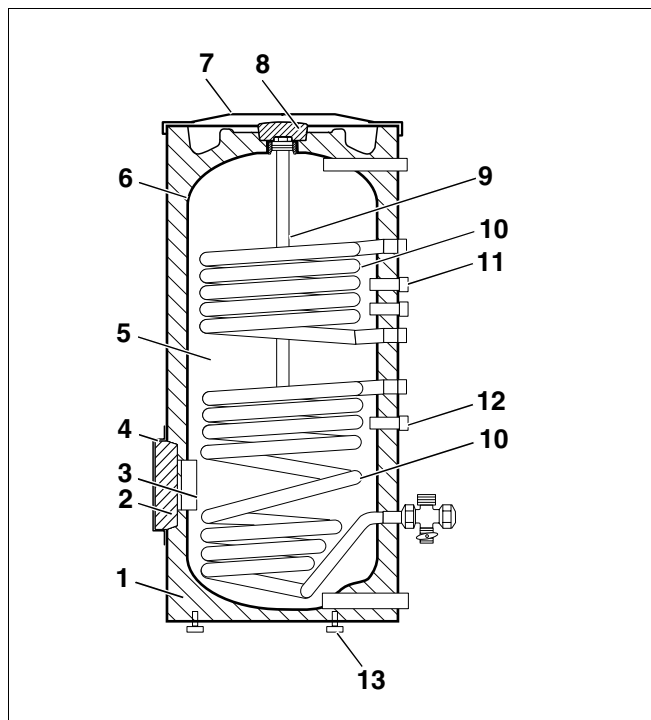

Fig. 1 Accumulatore produttore di acqua calda SM300/1
- Contenitore accumulatore con protezione contro la corrosione (fig. 1, **pos. 5**)
La protezione catodica contro la corrosione consiste di una termovetrificazione igienica Buderus-DUOCLEAN MKT (fig. 1, **pos. 6**) e di un anodo di magnesio (fig. 1, **pos. 9**).
- Protezione termica (fig. 1, **pos. 1**)
La protezione termica è di FCKW-Schiuma dura in Polyuretano schiumata direttamente sul contenitore dell'accumulatore. Due elementi di protezione termica (fig. 1, **pos. 2 e pos. 8**) in materiale schiumoso minimizzano le perdite termiche attraverso l'apertura per la pulizia e l'anodo di magnesio.
- 2 scambiatori di calore a tubi lisci (fig. 1, **pos. 10**)
- Pozzetto ad immersione per l'inserimento della sonda di temperatura di acqua calda (fig. 1, **pos. 11**)
- Pozzetto ad immersione per l'inserimento della sonda di temperatura dell'accumulatore (fig. 1, **pos. 12**)
- Apertura per la pulizia (fig. 1, **pos. 3**)
- Copertura del mantello (fig. 1, **pos. 7**)